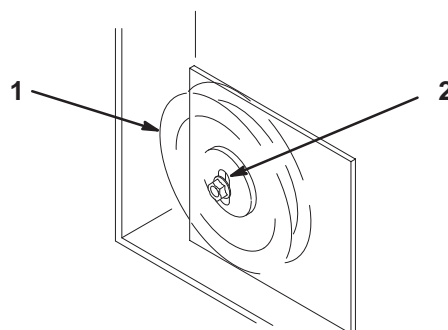

Figure 71
11. Si la plaque de la poulie de tension touche le bout de la fente de réglage et qu'il faut encore tendre la courroie, une légère modification de la poulie de tension fixe droite peut offrir un réglage de tension supplémentaire (Fig. 71).